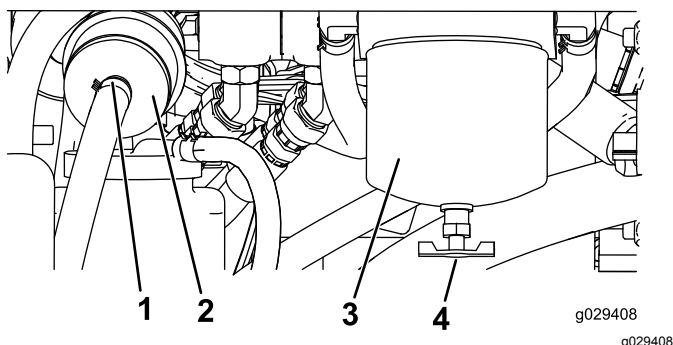

Figura 47
4. Individuate il filtro carburante sul lato posteriore del motore (**Figura 47**) e posizionate un recipiente pulito sotto di esso.
4. Individuate i filtri carburante sul lato destro del motore (**Figura 47**) e posizionate un recipiente pulito sotto di esso.
5. Pulite la superficie circostante la scatola del filtro (**Figura 47**).
6. Rimuovete la scatola del filtro e pulite la superficie di montaggio (**Figura 47**).
9. Installate a mano la scatola del filtro finché la guarnizione non tocca la superficie di appoggio, poi ruotatela per un altro ½ giro (**Figura 47**).
10. Individuate il filtro in linea a sinistra della scatola del filtro del carburante (**Figura 47**) e prendete nota della direzione della freccia del flusso sul lato del filtro in linea.
11. Aprite i fermi su ciascuna estremità del filtro in linea ed estraete i flessibili (**Figura 47**). Gettate via il filtro.
12. Fate scorrere i flessibili sull'estremità di un nuovo filtro (**Figura 47**), assicurandovi che la freccia sul filtro sia rivolta verso il motore o la pompa elettrica del carburante.